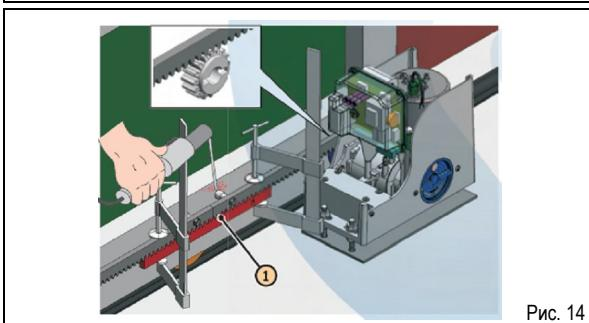

Рис. 14
- Чтобы установить следующий модуль рейки, его зубья совмещают с зубьями закреплённого модуля при помощи свободного куска рейки (рис. 14, поз. 1).
- 5 Чтобы установить следующий модуль рейки, его зубья совмещают с зубьями закреплённого модуля при помощи свободного куска рейки (рис. 14, поз. 1).